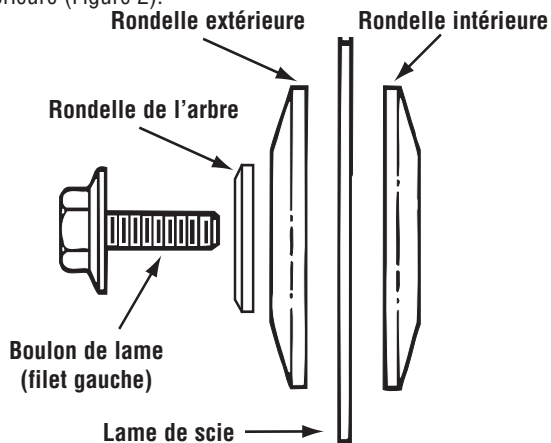

Figure 2. Ferrures de lame
5. Retirez le boulon de lame, la rondelle de l'arbre, la rondelle extérieure et la lame. Il n'est pas nécessaire de retirer la rondelle intérieure (Figure 2).
7. Remplacez la rondelle extérieure et la rondelle de l'arbre, et serrez le boulon de retenue de la lame à fond à la main dans le sens contraire des aiguilles d'une montre. (Figure 2). Appuyez sur le blocage de l'arbre et serrez le boulon de lame fermement, à l'aide d'une clé à lame, sans serrer excessivement.